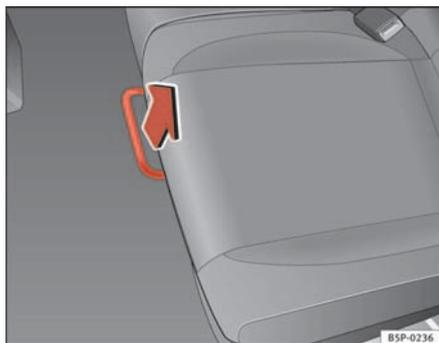

Fig. 95 Barre de déverrouillage de la banquette arrière
- Sur la position assis, déverrouiller le levier dans le sens de la flèche ⇒ page 138, fig. 95.